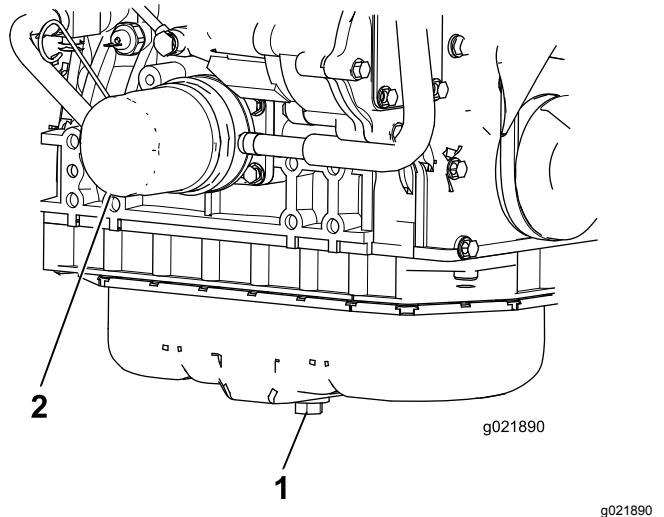

Рисунок 72
- Снимите сливную пробку и дайте маслу стечь в сливной поддон (Рисунок 72).
- Снимите масляный фильтр (Рисунок 72).